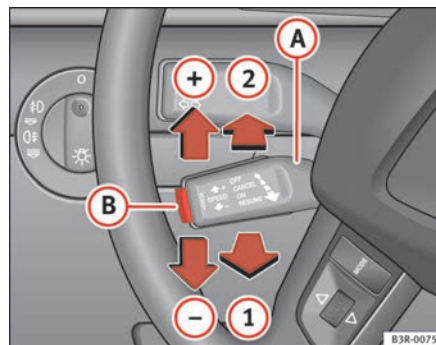

Fig. 143 Comandi dell'impianto di regolazione velocità
- Portare la leva **A** in posizione ⇒ fig. 143 **1** per accendere l'impianto.
- Portare la leva **(A)** verso l'alto in direzione $\Rightarrow$ pag. 177, fig. 143 **(+)**.
- Portare la leva **(A)** verso il basso in direzione $\Rightarrow$ pag. 177, fig. 143 **(-)**.
- Spingendo brevemente la leva **(A)** verso l'alto in direzione $\Rightarrow$ pag. 177, fig. 143 **(+)** la velocità impostata aumenta di 2 km/h.
- Spingendo brevemente la leva **(A)** verso il basso in direzione $\Rightarrow$ pag. 177, fig. 143 **(-)** la velocità impostata si riduce di 2 km/h.
⇒ pag. 177, fig. 143 **B** (SET).
- Premere la leva **A** ⇒ pag. 177, fig. 143 fino a raggiungere la posizione **2** (fino allo scatto).